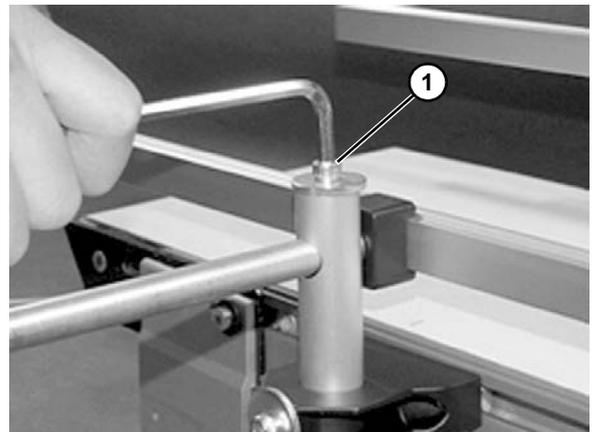

Figure 25
6. Régler la largeur à l'aide de la vis supérieure (**Figure 25, élément 1**).